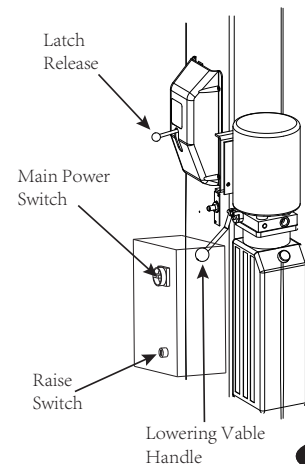

Fig . 3
- D. Empujar el asa de bajada para bajar (Fig. 3).